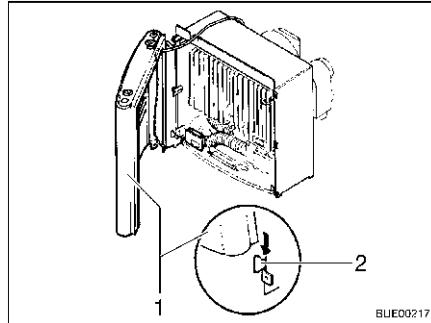

Fig. 86 Copertura del riscaldamento,
- Montare la copertura del riscaldamento. Collocare la copertura (Fig. 86,1) sui passanti di sostegno inferiori (Fig. 86,2).